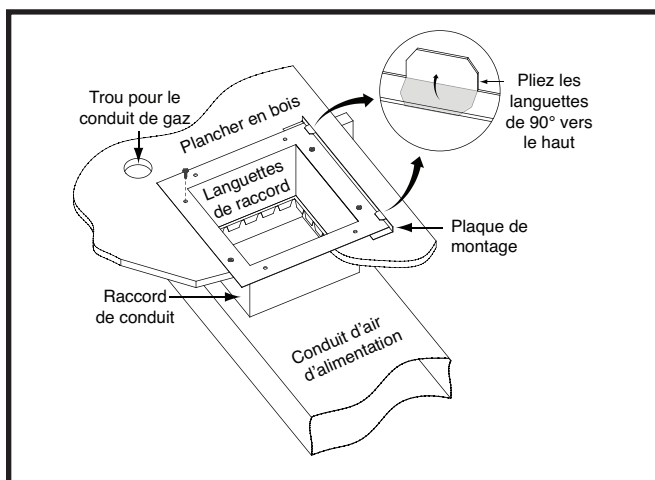

Figure 9. Raccord de conduit standard installé
2. Marquez l'emplacement de l'ouverture du conduit d'alimentation en air en tirant un trait autour des languettes du raccord de conduit. Consultez la Figure 9 \(page 8\).
5. Installez la plaque de montage facultative sous la surface arrière du raccord de conduit tel qu'illustré à la Figure 9. Alignez les trous pour vis dans les deux composantes.